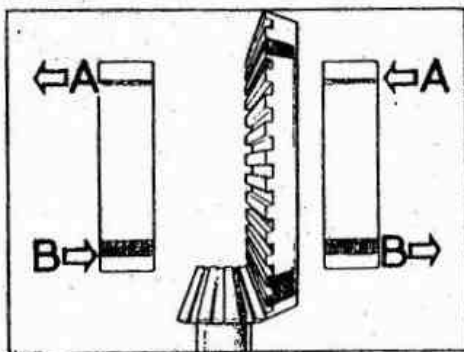

Fig. E -53 Ajuste del juego entre dientes del piñón y corona
- 6.12. Con un micrómetro de esfera, se comprobará el juego entre dientes de la corona y piñón de ataque, el cual debe estar comprendido entre 0.008" y 0.010" (0,20 y 0,25 mm). Cuando sea necesario, el ajuste se hará aflojando y apretando alternativamente las tuercas con muescas (Fig. E -53) hasta conseguir el juego correcto.